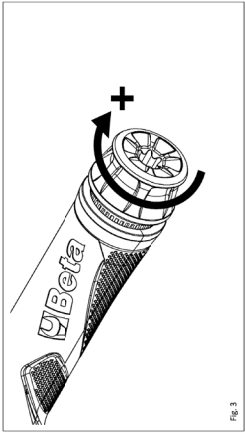

Fig. 3
- L'impostazione del valore di coppia deve avvenire sempre in condizioni di coppia crescente, incremento dal valore minimo al valore massimo (ruotando il pomolo in senso orario) per garantire le migliori condizioni di precisione (fig. 3).